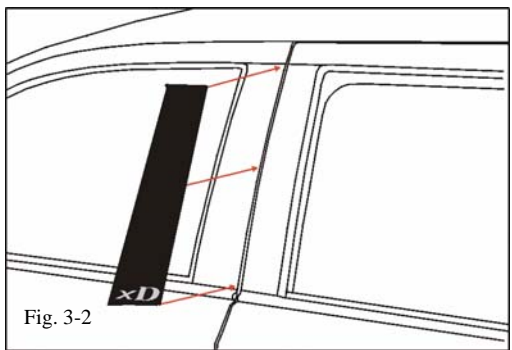

Fig. 3-2
- (d) Align part uniformly to the top and door edge of the pillar. (Fig. 3-2)